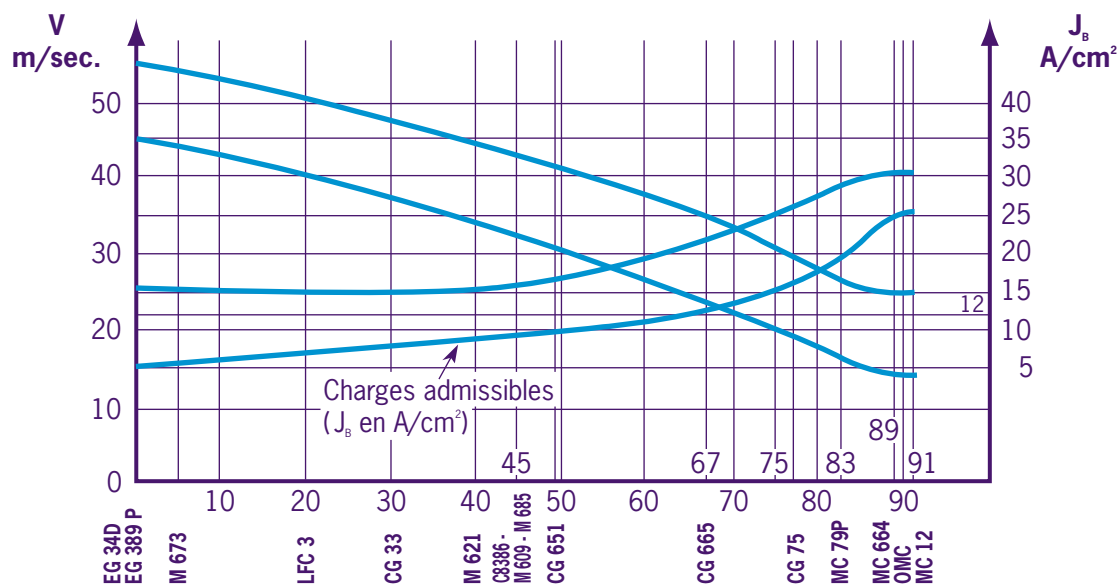

Fig. 3
- des limites d'emploi indiquées pour chaque nuance dans le Guide Technique BE 2 (pages 6 & 7). A titre indicatif, le graphique ci-dessous (fig. 3) exprime globalement ces limites en donnant une idée des possibilités comparées de nos nuances d'après leur taux de métal.